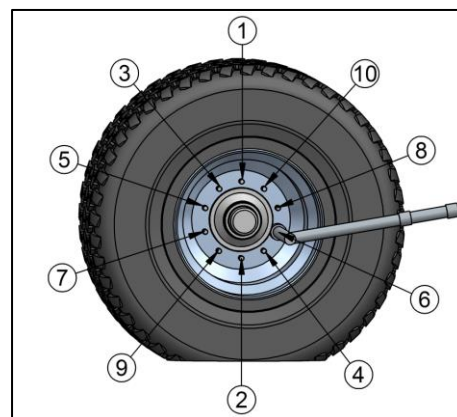

Bild 84: Hjulmuttrar
- Lossa respektive dra åt hjulmuttrarna i den ordningsföljd som visas på bilden här bredvid (Bild 84).